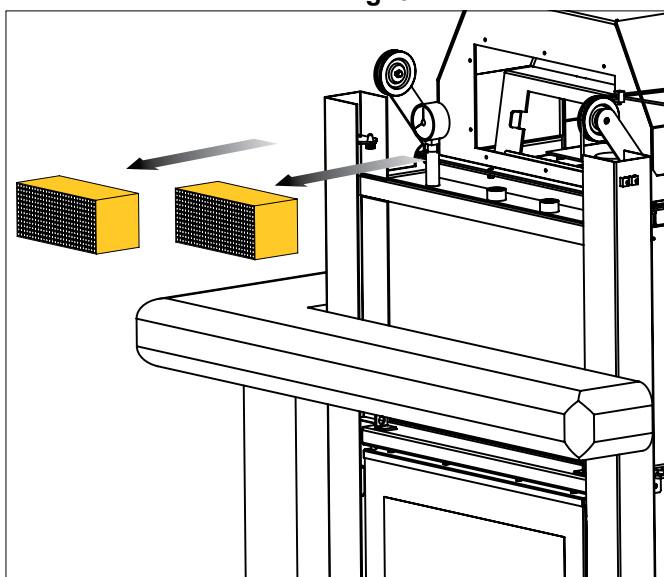

fig. 6.3
- Saque los dos elementos catalizadores y límpielos usando un aspirador y un pincel seco (fig.6.3)